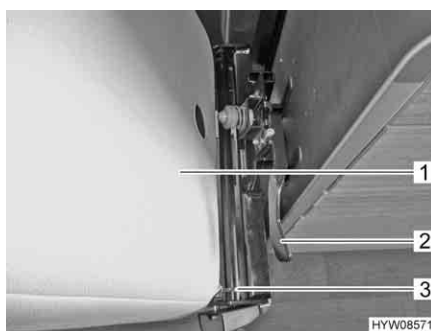

Fig. 6 Sbloccaggio dello schienale
- Premere la leva (Fig. 6,2) in avanti.
- Inclinare lo schienale (Fig. 6,1) in avanti.
- Sfilare lo schienale dai bloccaggi (Fig. 6,3) tirandolo verso l'alto.